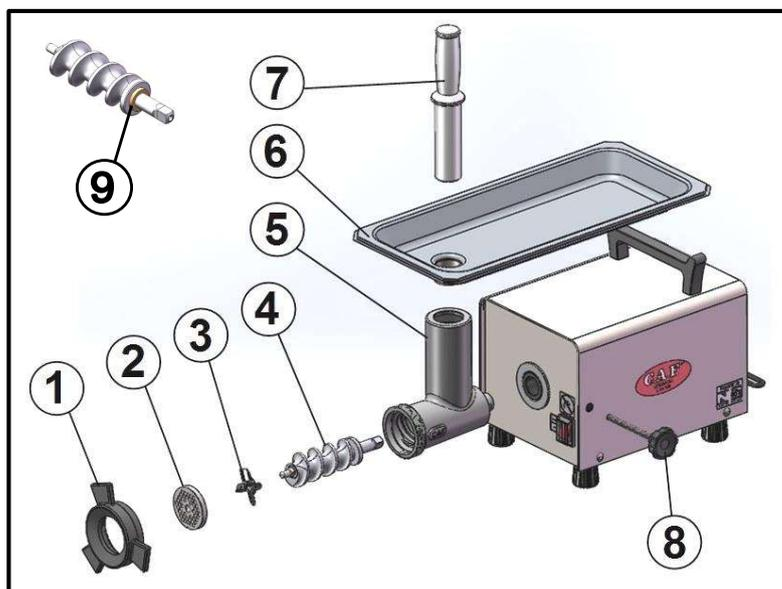
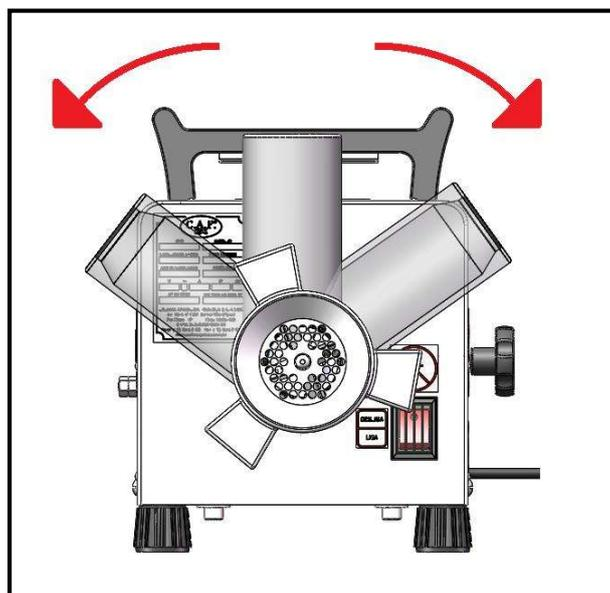

Fig. 3
Fig. 4
- Retirar o Soquete (Item 7 - Fig. 3).
- Retirar a Bandeja (Item 6 - Fig. 3).
- Soltar o Volante (Item 1 - Fig. 3).
- Retirar o Disco (Item 2 - Fig. 3).
- Retirar a Cruzeta (Item 3 - Fig. 3).
- Retirar o caracol montado (Item 4 - Fig. 3) favor se atentar a arruela (Item 9 – Fig.3), item importante para um bom funcionamento do equipamento.
- Soltar o Manípulo (Item 8 - Fig. 3).
- Para soltar o Bocal (Item 5 - Fig. 3), pressione-o lateralmente, como uma alavanca conforme (Fig. 4).